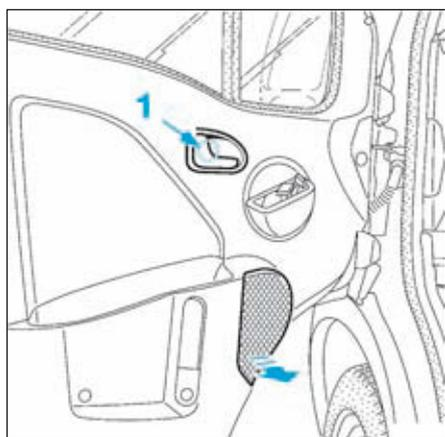

FIG.33
- Déposer la vis (1) (Fig.33) de commande d'ouverture intérieure.